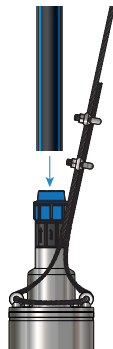

Рисунок 5
5. Присоедините к обратному клапану напорную трубу соответствующего диаметра (рисунок 5).